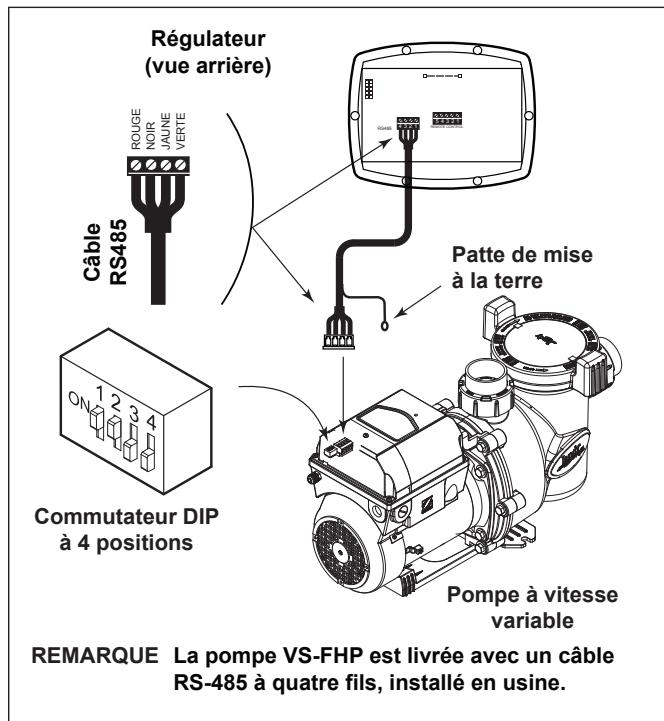

Figure 9. Câblage du régulateur à vitesse variable (JEP-R) vers la pompe VS-FHP
- Faire glisser les commutateurs DIP 1 et 2 vers le haut, de manière à ce qu'ils soient sous tension et les commutateurs DIP 3 et 4 vers le bas, de manière à ce qu'ils soient hors tension. Voir la Figure 9.
Tel qu'il est indiqué aux Figures 9 et 10, le commutateur DIP à quatre positions se situe à l'arrière de la pompe VS-FHP. Ce commutateur DIP remplit deux (2) fonctions : il choisit l'adresse de la pompe et détermine quel type de régulateur sera employé avec la pompe. Les tableaux ci-dessous montrent les configurations des commutateurs DIP.